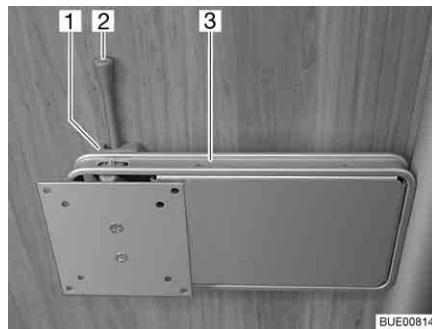

Bild 50 Fäste på pelare
- Tryck låsspaken (Bild 50,2) åt sidan och sväng fästet (Bild 50,3) med den platta bildskärmen till önskat läge.
- Vrid tillbaka den platta bildskärmen tills fästet (Bild 50,3) hakar fast i låset (Bild 50,1).